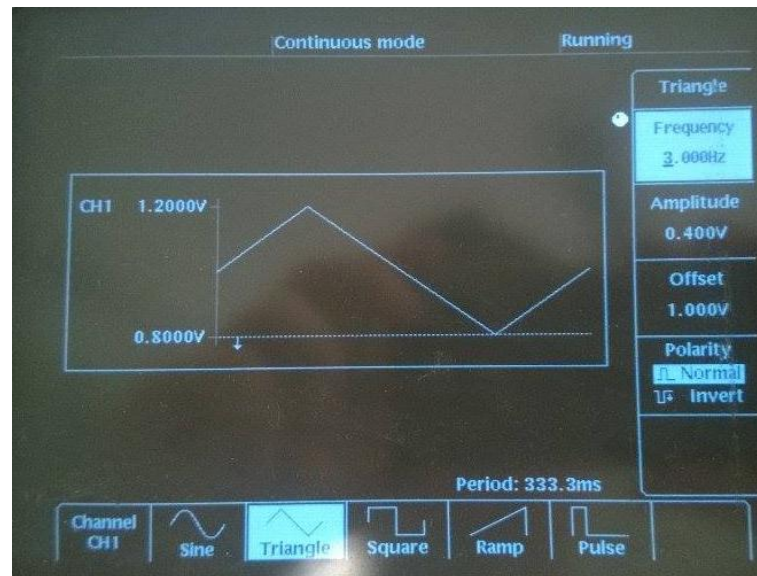
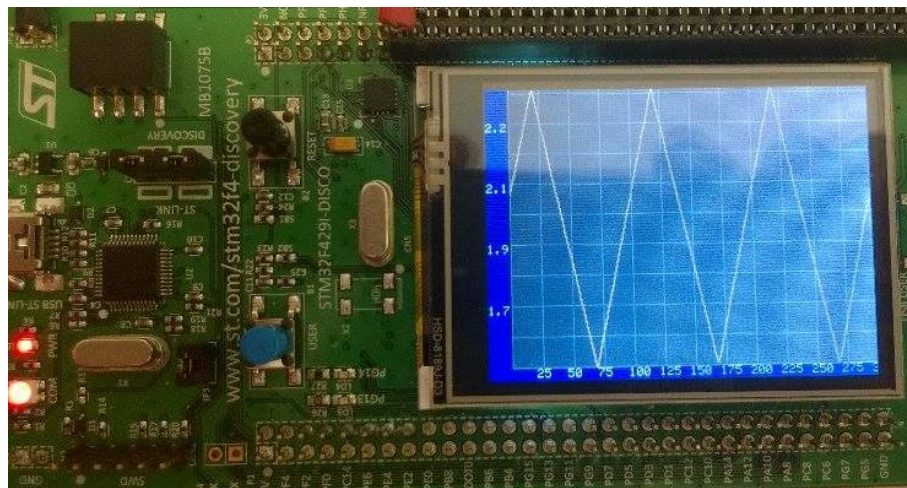

Figura 53: Generatore di funzioni
Figura 54: Onda triangolare di ampiezza 0.8V con frequenza di 3Hz
- **Caso 5:** il generatore di funzioni è stato impostato in modo da generare una funzione triangolo con 3Hz di frequenza, ampiezza 0.400V ed offset 1V supponendo una linea a 50Ω (*Figura 53 e Figura 54*).